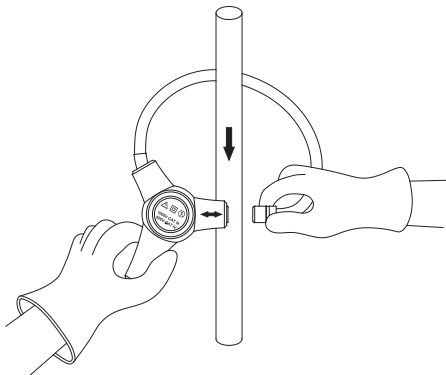

Figura 3 - Posicionamento da garra.
3. Conecte a garra flexível em volta do condutor de acordo com a figura 3.